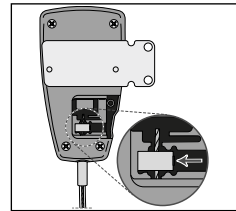

Fig. 9
11. Skyv kabelendeblokken tilbake over den indre stålkabelen og plasser endeblokken tilbake i det tilsvarende sporet i satellitten (se fig. 9).